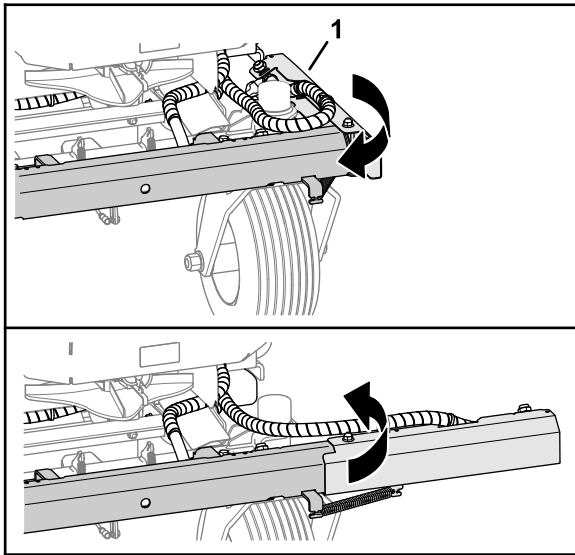

Figura 32
- Gire hacia adelante el brazo de fumigación exterior para extender el brazo (Figura 32).
- Gire hacia atrás el brazo de fumigación exterior para plegar el brazo (Figura 32).